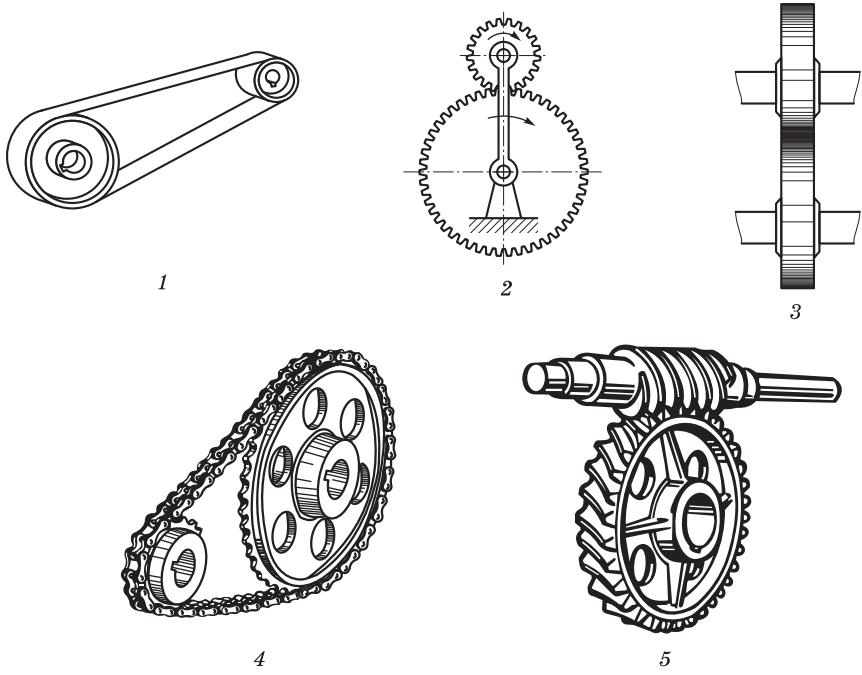

Рис. 1.3. Виды передач:
10. Определите названия передач, показанных на рис. 1.3, и дополните подрисункочную подпись.